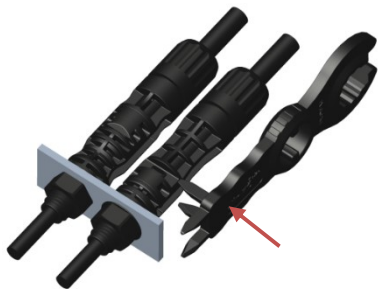

Figure 23
- ✧ 使用组装机(类似 JKT-07)带有插销的一端插入连接器的卡扣位置 (如图 23)。
Insert the forks into the buckle of the connector by the assembly tool such as tool JKT-07(Fig. 23).